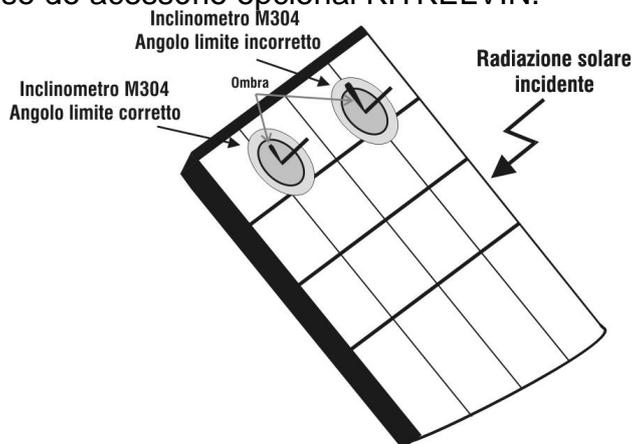

Fig. 10: Colocação do inclinómetro M304
18. Montar a haste no disco do acessório M304 (inclinómetro) fornecida e mantê-la apoiada na superfície do painel. . **Verificar se a sombra da haste projetada no disco cai dentro do “círculo concêntrico limite” interior ao referido disco (consultar a Fig.10). Caso contrário, o ângulo entre os raios solares e a superfície do painel é muito elevado e, portanto, as medições efetuadas pelo instrumento NÃO se podem considerar fiáveis. Repetir as operações noutros momentos do dia.**